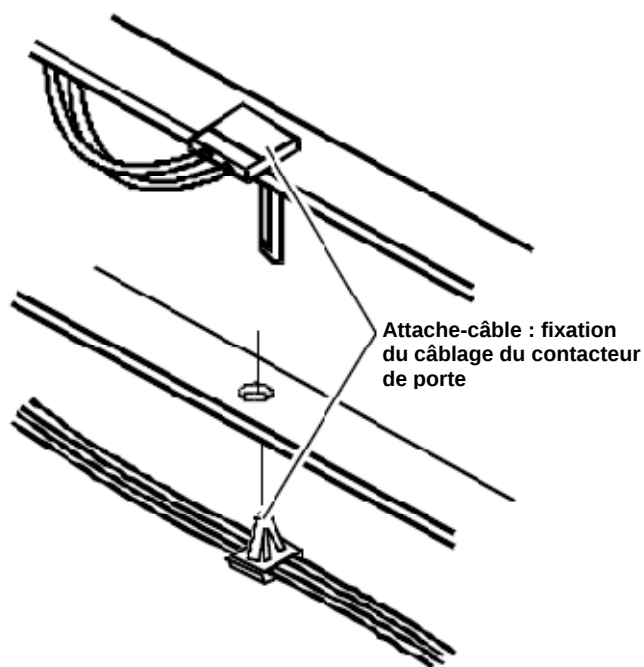

FIGURE 10
- b. Les attache-câbles qui maintiennent le câblage du contacteur de porte doivent être engagés dans la fente en haut du panneau avant et le long du bord supérieur du panneau latéral. Voir la Figure 10.